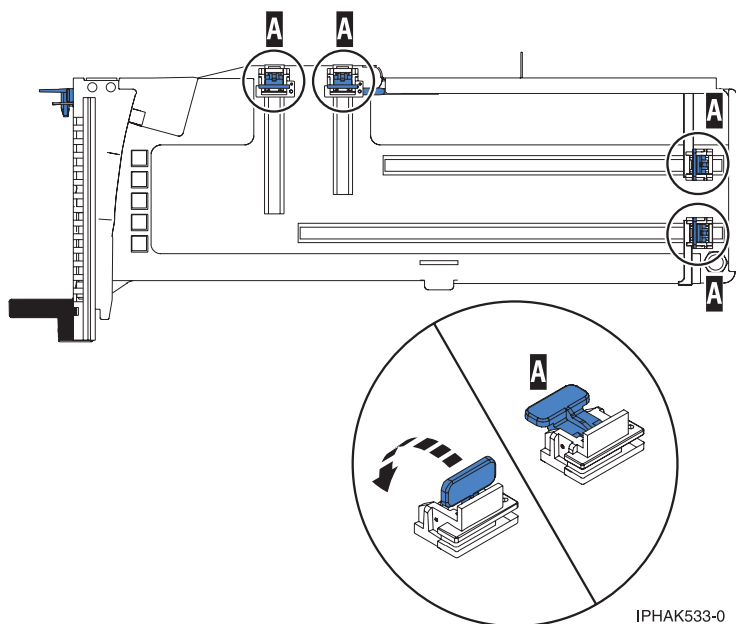

Figure 55. Crochets de retenue
- b. Vérifiez que tous les crochets de retenue de carte (**A**) sont repoussés vers les bords de la cassette pour permettre l'installation de la carte. Pour plus d'informations, voir la figure 55, à la page 68.